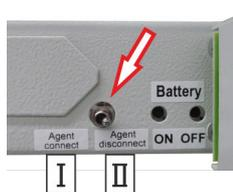

Fig. 21: Interruptor de bloqueo
1. ► Bloquear el sistema: conmutar el interruptor de bloqueo (Fig. 21/flecha) a “Agent disconnect [bloqueado]” (Fig. 21/ II).